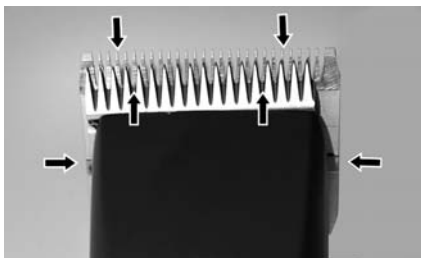

Fig. 22
Una goccia di olio sui pettini superiore ed inferiore è indispensabile per ottenere un buon risultato nella tosa e pure per conservare più a lungo e in ottimo stato la tosatrice. (fig. 22).
- Lubrifichi sufficientemente i pettini durante la tosa (almeno ogni 15 minuti), di modo che non si secchino mai (fig. 22).
I rasoi devono essere lubrificati prima, durante e dopo ogni uso. Se i pettini rilasciano striature o rallentano la corsa, è necessario lubrificarli. Applichi qualche goccia di olio sopra e ai lati dei pettini (v. frecce fig. 22). Levi le gocce in eccedenza con un panno morbido e asciutto. Degli aerosol lubrificanti non contengono abbastanza olio per una buona unzione, ma sono utili al raffreddamento dei pettini. Cambi immediatamente pettini difettati o scheggiati per evitare di ferirsi.